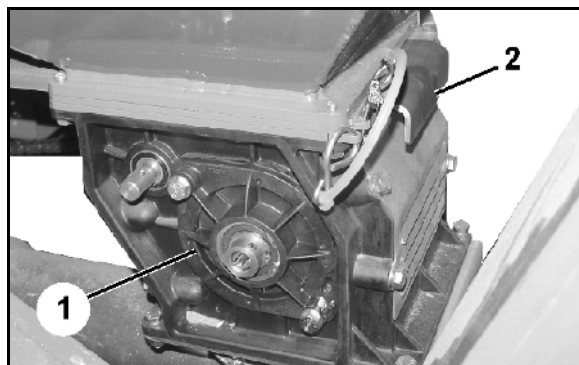

Рис. 112
6. Закройте крышку корпуса (Рис. 112/1).